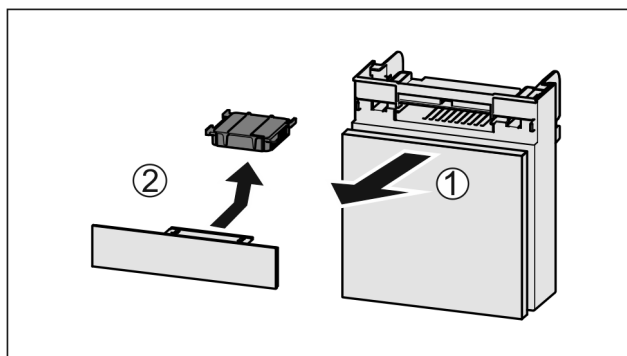

Fig. 134
- ▶ Pretinac izvucite Fig. 134 (1) prema naprijed.
- ▶ Izvadite filter s aktivnim ugljenom Fig. 134 (2).